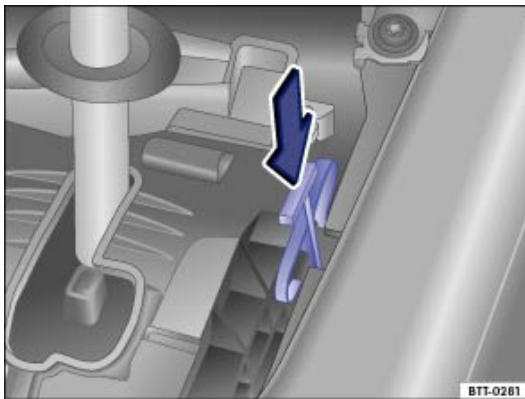

Fig. 109 Déverrouillage de secours du blocage du levier sélecteur
- À l'aide de la lame plate du tournevis compris dans l'outillage de bord, poussez avec précaution le levier de déverrouillage dans le sens de la flèche et maintenez-le dans cette position ⇒ *Fig. 109*.